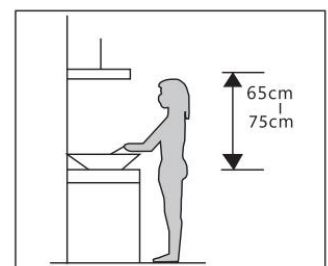

Fig. 1
1. La campana extractora debe instalarse a una distancia de 65~75cm de la superficie de cocinado para lograr el mejor rendimiento. Véase la fig. 1.
1. Extraiga los filtros de grasa. Véase la fig. 1.